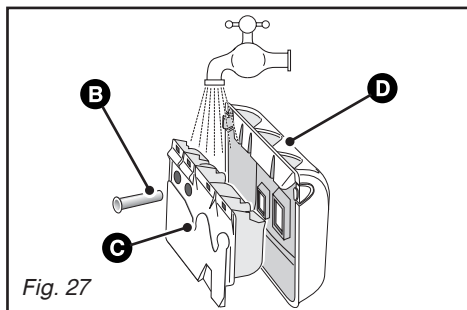

Fig. 27
- retirez le siphon **B** situé à l'arrière de la boîte **C** et séparez cette dernière de son enjoliveur avant **D** (*Fig. 27*)